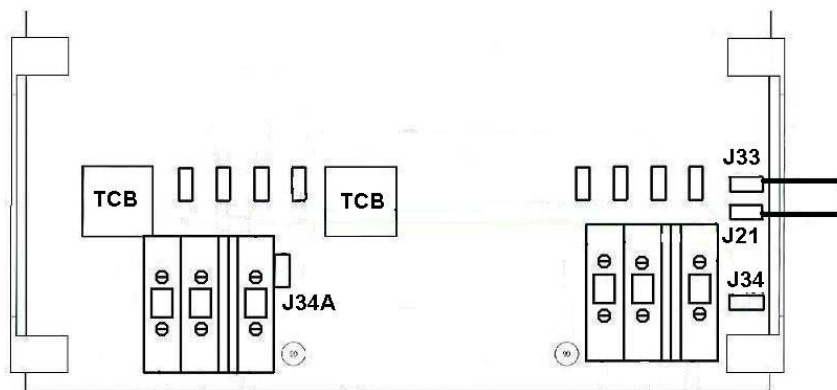

Abb. 5: Fehlerstromschutzschaltung
2.4. Fehlerstromschutzschaltung (Abb. 5)
Auf der Leistungsausgangsseite muss ein Fehlerstrom-Schutzschalter (RCD/FI-Schalter) eingebaut werden. Für dessen korrekte Funktion muss der Nulleiter geerdet, d.h. mit dem metallenen Bootskörper leitend verbunden werden. Im vorliegenden Fall sind dazu die beiden Steckkontakte J22 und J33 mit einer Brücke zu verbinden (Abb. 5). Zusätzlich ist das Gehäuse des Trenntrafos zu erden.